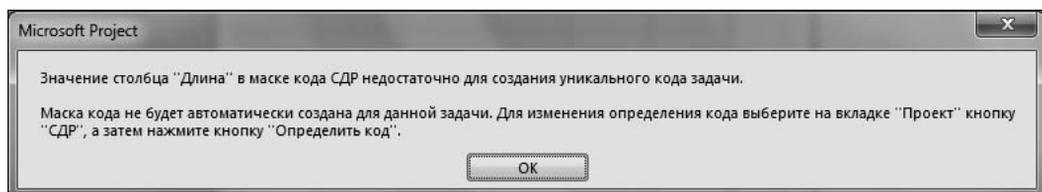

Рис. 7.1.4. Окно сообщения об ошибке при автоматическом формировании СДР
4. Выделить щелчком левой кнопки мыши ячейку **Название задачи** в первой из пустых строк таблицы. Удерживая нажатой клавишу <Shift>, выделить все ячейки **Название задачи** пустых строк, вставленных с помощью описанных в п. 3 данного алгоритма действий. Выполнить команду **Правка | Вставить** или нажать комбинацию клавиш <Ctrl>+<V> для вставки скопированной в системный буфер обмена информации. При выполнении этой команды Project автоматически выдаст предупреждение о том, что значение столбца **Длина** в маске кода СДР недостаточно для создания уникального кода задачи, и этот код не будет сформирован автоматически (см. рис. 7.1.4).